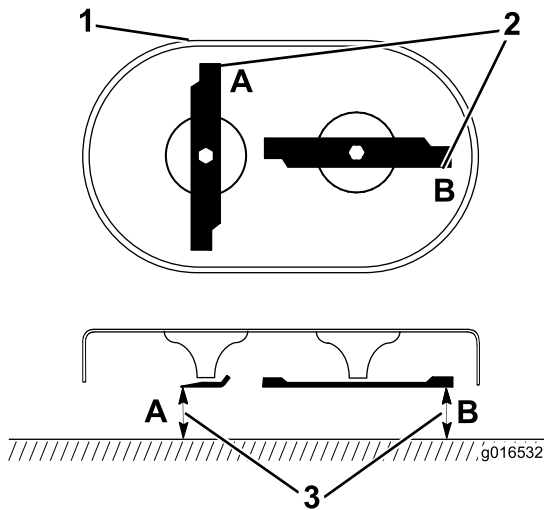

Bild 39
1. Drehen Sie die Messer, bis sie wie in Bild 39 dargestellt positioniert sind.
2. Messen Sie an den Stellen **A** und **B** von der ebenen Fläche zu den Schnittkanten (Bild 39) und notieren Sie beide Werte.